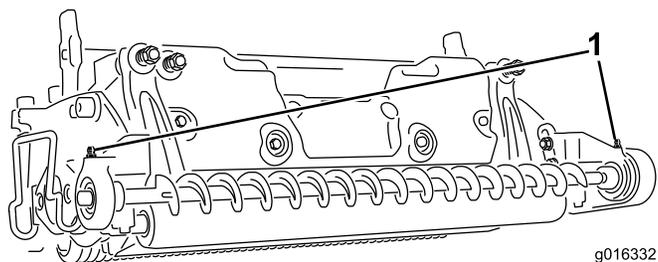

Figura 13
16. Lubrifique a bocais de lubrificação do encaixe do rolamento com massa lubrificante n° 2 para utilizações gerais à base de lítio; consulte a Figura 13.